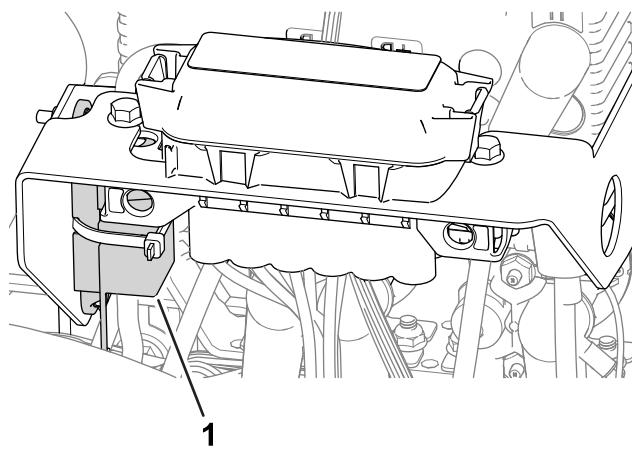

Figura 57
- O fusível do motor da roda esquerda (60 A) encontra-se sob a cobertura no lado esquerdo da máquina, junto dos fusíveis do circuito da transmissão do cilindro (Figura 57).